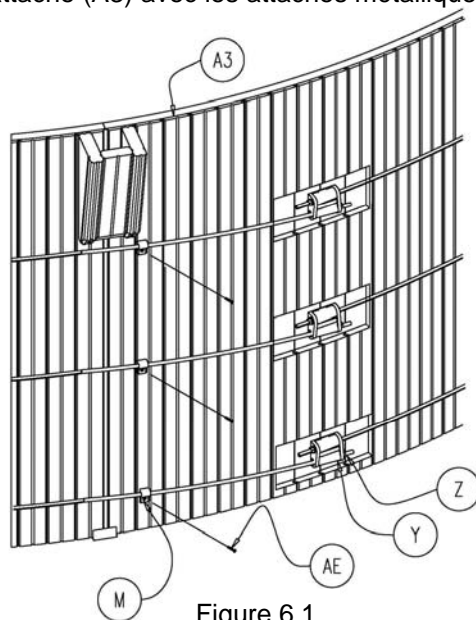

Figure 6.1
Pour les sections rondes, installez les 3 câbles (W) en les fixant à l'aide des clips de câble (M) et des vis (AE). Il y a trois trous pré-perforés à cet effet sur la gauche de chaque panneau flexible (Figure 6.1).